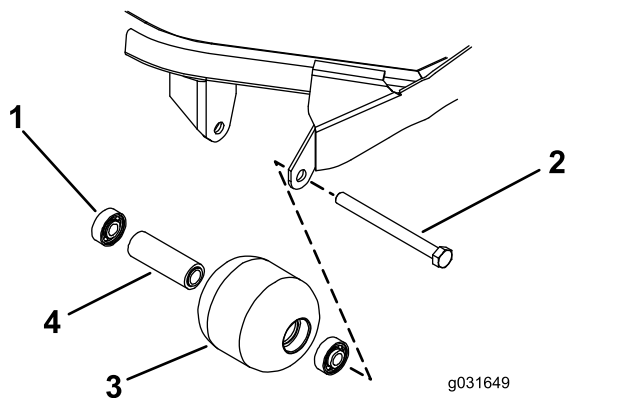

图 71
- 卸下滚筒安装螺栓图 71。
- 检查滚筒壳体、轴承以及轴承隔块是否受损(图 71)。
- 仅按住外圈或同时按住内、外圈将第一个轴承按入滚筒壳体图 71。
- 插入隔片图 71。
- 仅按住外圈或同时按住内、外圈将第二个轴承按入滚筒壳体直至其触及隔块图 71。